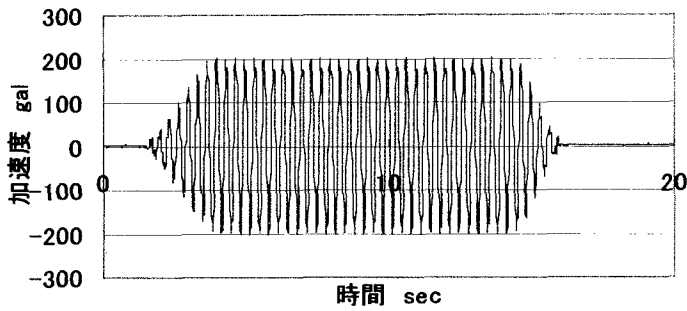

図2 入力波の一例(最大加速度 200gal の場合)
3.実験方法：砂をある高さから自由落下させて、容器の深さ 70cm まで詰める。今回の実験では、密詰め $1.59\text{g}/\text{cm}^3(\text{Dr}=79\%)$ 、中密詰 $1.48\text{g}/\text{cm}^3(\text{Dr}=64\%)$ の2種類の密度で容器に砂を詰めて実験したが、密詰め、中密詰の結果にあまり差がなかったため本文では密詰めの結果を示す。振動は図2に例示するように最大加速度を一定とした周波数 3Hz の正弦波を15秒間のスイープ波形で与える。1回の実験で 200gal , 300gal , 400gal , 500gal の加振を続けて与えた。なお、 500gal の加振のみ4度繰り返した。以上の一連の加振を砂を詰めかえて3回行なった。